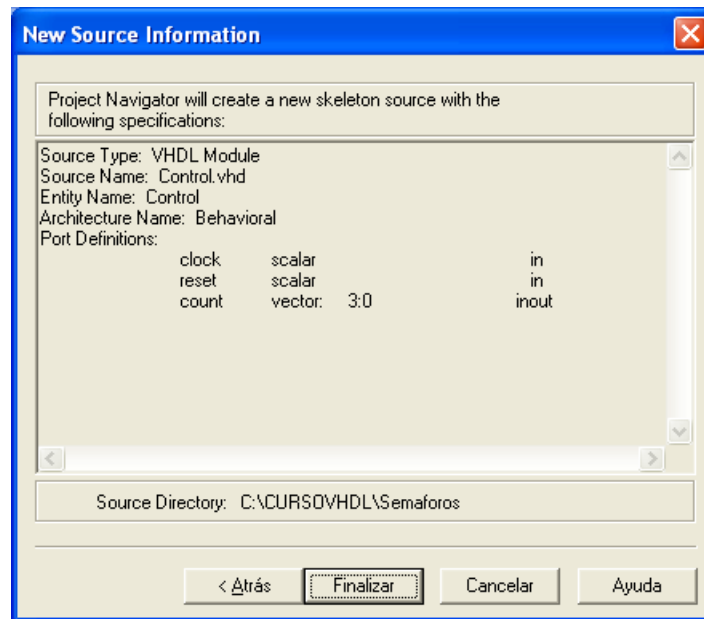

Figura 6.6. Reporte de parámetros del módulo VHDL.
- Presione siguiente y observe que aparece la ventana con la información del proyecto. Si al revisar la información se determina modificar algún parámetro de la fuente creada recientemente es posible ejecutar dicha modificación presionando el botón atrás. El reporte de los parámetros en VHDL de esta fuente se muestran en la figura 6.6.